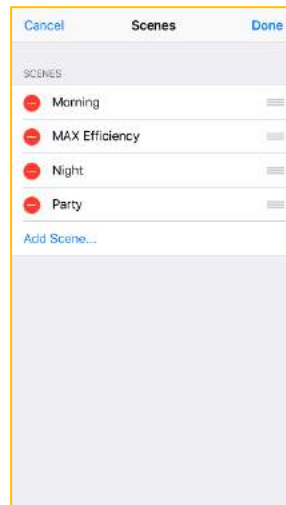

Abbildung 48
- ✓ Die Szene aus der Liste durch Tippen auf **–** wählen (Abb. 48)